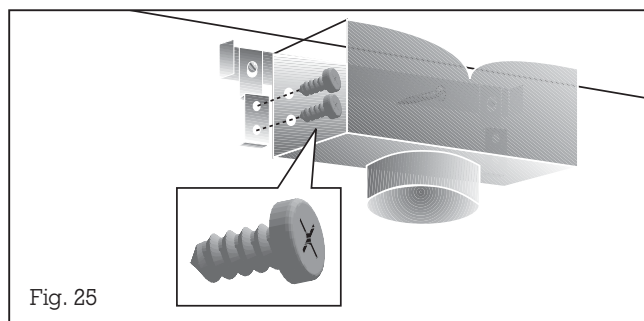

Fig. 25
- Assemblez par vissage le boîtier de guidage d'air et vissez-le aux 2 cornières (fig. 25).